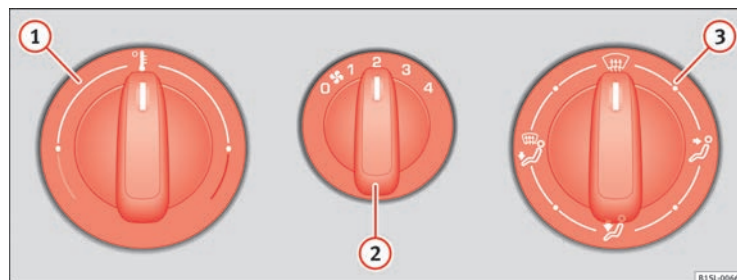
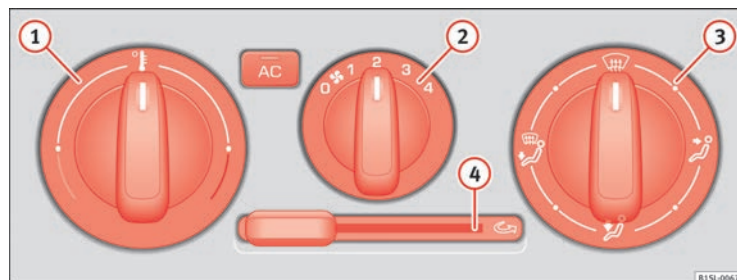

Fig. 102 En la consola central: Regulador giratorio del sistema de calefacción y aire fresco.
Fig. 103 En la consola central: Mandos del aire acondicionado.
Tecla, regulador	Información complementaria. Sistema de calefacción y aire fresco ⇒ fig. 102 y aire acondicionado ⇒ fig. 103.
- Ajuste el ventilador ⇒ fig. 102 ② al nivel 1 ó 2.
- Sitúe el regulador de la temperatura ⇒ fig. 102 ① en la posición central.
- Gire el regulador de la distribución del aire ⇒ fig. 102 ③ a la posición de descongelación.
Conectar: Desplace el regulador deslizante → fig. 103 ④ hasta el tope hacia la derecha.
■ **Desconectar:** Desplace el regulador deslizante → fig. 103 ④ hasta el tope hacia la izquierda. ►